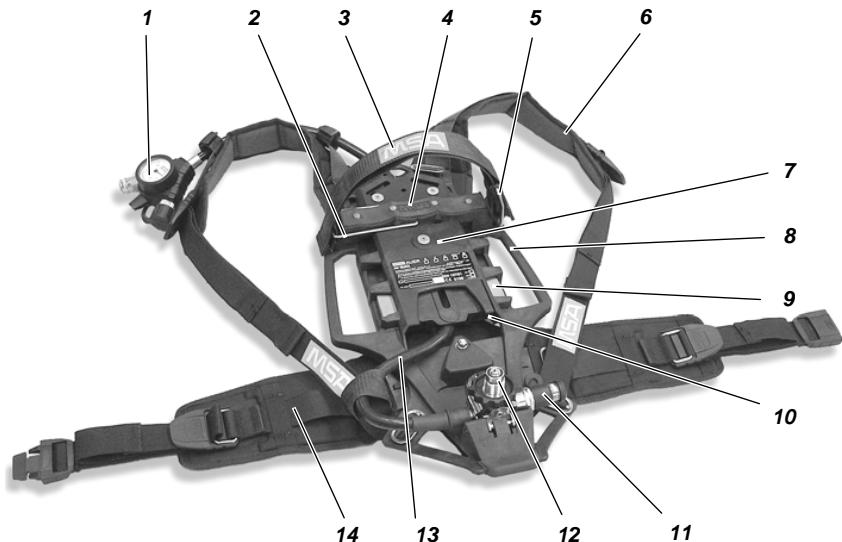

Fig. 1 Autorespiratore ad aria compressa AirMaxx SL
- (1) Posizionare l'autorespiratore orizzontalmente in modo che il lato posteriore sia rivolto verso l'alto (vedi Fig. 1).
- (2) Posizionare il distanziale bombole (2) orizzontalmente, bloccandolo sul lato opposto a quello della fibbia di tensione (5).
- (3) Controllare le condizioni della guarnizione sul riduttore di pressione (12).
- (1) Porre l'autorespiratore in posizione orizzontale con il lato posteriore rivolto verso l'alto (vedi Fig. 1).
- (2) Portare il distanziale (2) in posizione verticale fino al suo bloccaggio.
- (3) Se al riduttore di pressione (12) non è collegato alcun raccordo a T, controllare le guarnizioni sul riduttore di pressione e sul raccordo a T e avvitare quest'ultimo senza stringerlo.